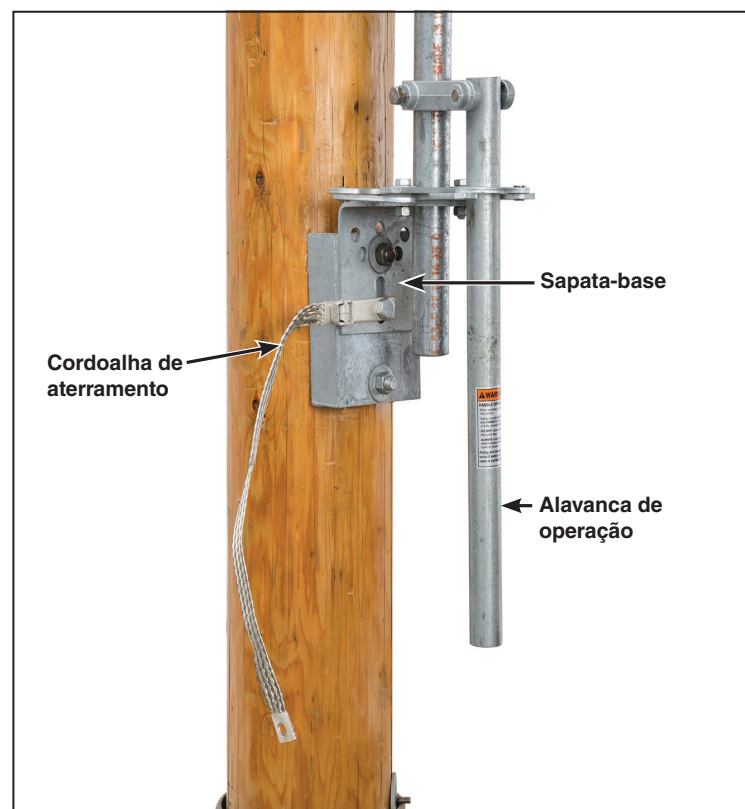

Figura 27. Faça ajustes na instalação de forma que o garfo da alavanca fique entre 2 e 3 polegadas (5 a 7,5 cm) acima da sapata-base.
PASSO 27. Deslize a sapata-base pela seção inferior do tubo até a posição mostrada no diagrama de montagem. Ver Figura 27. Ao mesmo tempo, use um dos parafusos de montagem para prender uma ponta da cordoalha de aterramento (a ponta com o conector de aterramento) à sapata-base. As recomendações de aterramento podem diferir entre os procedimentos de segurança e operação de determinadas concessionárias. Onde houver uma discrepância, devem ser seguidos os procedimentos operacionais da concessionária.